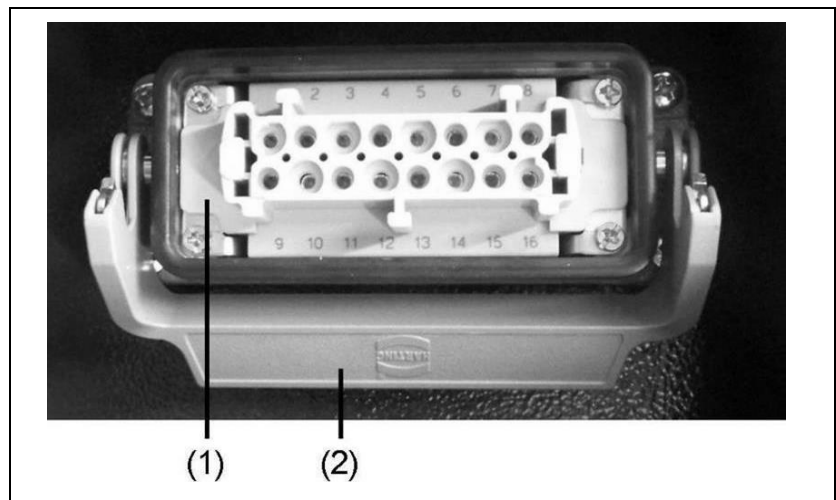

Fig. 5-5: Dispositivo de arranque remoto con conector Harting
1. Levantar la caperuza de la toma de arranque remoto si la hay, una vez desbloqueado el seguro (Fig. 5-5-(2)).
2. Enchufar el conector del cable de conexión del panel de mandos de arranque remoto (grupo electrógeno) en la toma de arranque remoto (Fig. 5-5-(1)) y fijar con el seguro (Fig. 5-5-(2)).